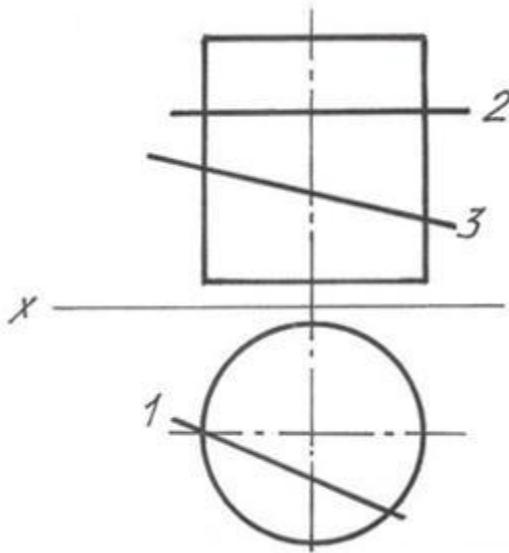

рис.1
1. При пересечении прямого кругового цилиндра плоскостью могут получиться следующие сечения (рис. 1):
- две прямые (1);
- окружность (2);
- эллипс (3).